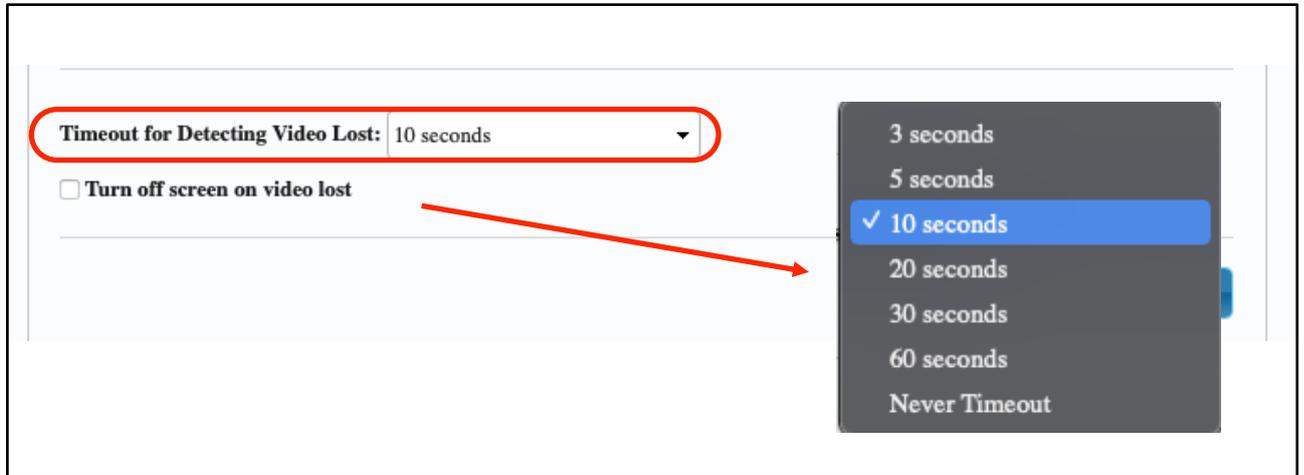

Figura 1
- **No activa:** si esta casilla no está marcada, el tiempo introducido en el parámetro “*Timeout for Detecting Video Lost*” definirá el intervalo temporal entre el momento en que se deja de detectar video y aparece la pantalla de información del VEO-XRI2L (Figura 1).